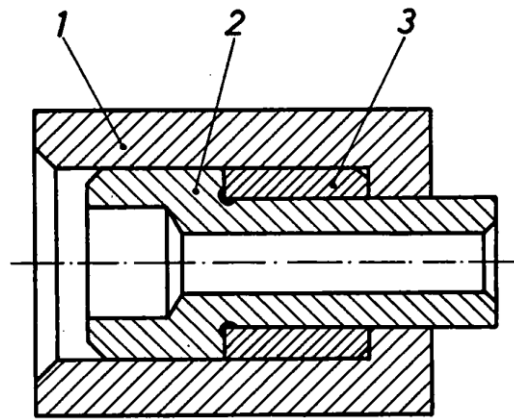
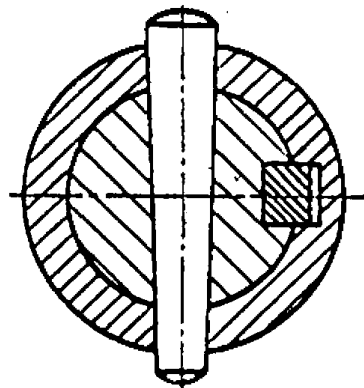

Fig. 20
Fig. 21
3) El rayado de secciones o cortes de componentes contiguos se debe realizar con diferente dirección o diferente espacio, Fig. 20 y Fig. 21.